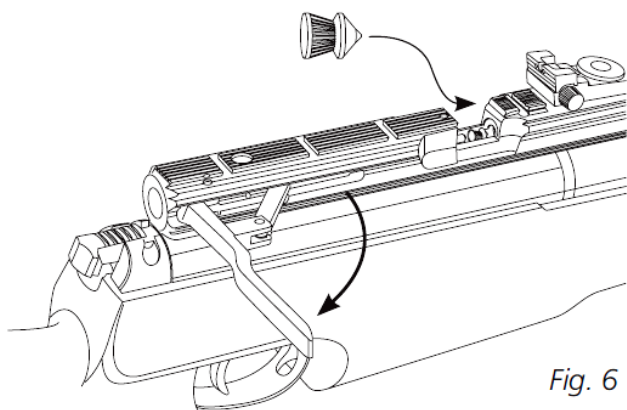

Fig. 6
- Træk ladegrebet helt tilbage og placere haglet i rillen som er vist på Fig. 6.